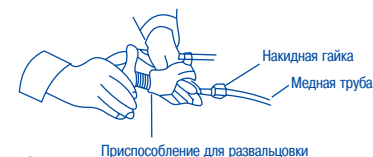

Рис. 19
- (1) С помощью трубореза отрежьте трубу нужной длины (рекомендуемый запас по длине 30 – 50 см)
- (2) Выровняйте края медной трубы с помощью развертки или надфиля. При этом держите трубу обрабатываемым краем вниз, чтобы предотвратить попадание кусочков меди в трубу.
- (3) Наденьте приспособление для развальцовки на трубу (рис. 19).
- (4) Развальцуйте трубу